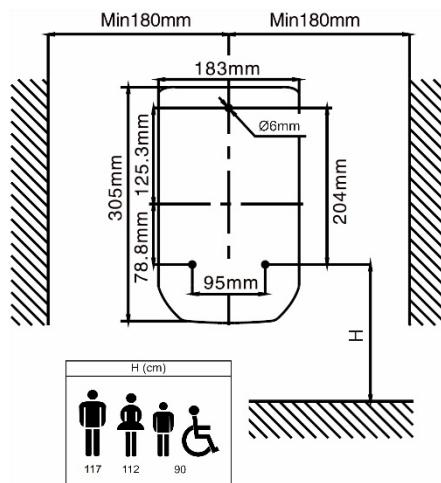

Fig. 3
- [Fig. 3] Verifique se o local em que você está instalando o aparelho respeita as medidas mínimas indicadas. Recomendamos variar a altura de instalação do dispositivo, dependendo se você deseja instalá-lo em um serviço para homens, mulheres, crianças e pessoas com deficiência.